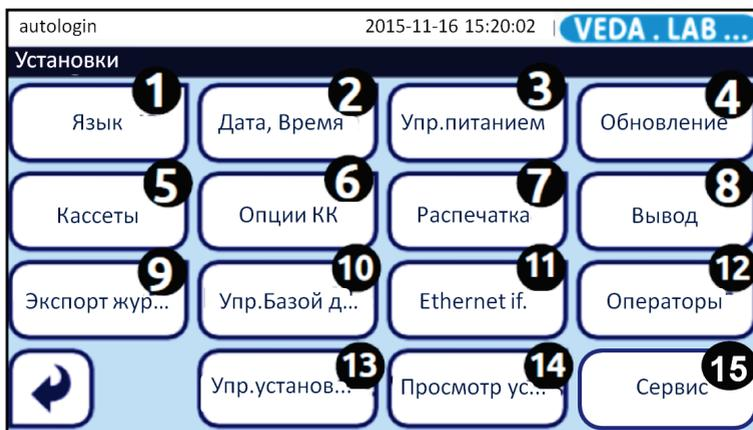

Рис. 41: Меню **Настройки (Settings)** с отмеченными функциональными кнопками.
Для обзора действующих настроек коснитесь кнопки **Настройки (Settings)** в **Главном меню (Рис. 39)**, а затем в меню **Настройки (Settings)** - кнопки **Просмотр настроек (View Settings)** (14 на **Рис. 41**). Коснитесь кнопки **Печать (Print)** для распечатки списка действующих настроек.
- 2 В меню **Настройки (Settings)** коснитесь кнопки **Язык (Language)** (1 на Рис. 41), а затем кнопкой-переключателем установите нужный вам язык.
- 2 В меню **Настройки (Settings)** коснитесь кнопки **Дата и время (Date&Time)** (2 на Рис. 41) для изменения времени и даты.
1 Доступ в меню **Настройки>Операторы>Безопасность** (**Settings>Operators>Security**): в **Главном меню** коснитесь кнопки **Настройки** (**Settings**), в меню **Настройки** (**Settings**) коснитесь кнопки **Операторы** (**Operators**) (12 на *Рис. 41*), а затем кнопки  в появившемся окне **Операторы** (**Operators**).
2 В меню **Установки (Settings)** коснитесь кнопки **Печать (Printout)** (7 на *Рис. 41*).
- 2 В меню **Настройки (Settings)** коснитесь кнопки **Передача (Output)** (8 на Рис. 41) и выберите переключателем **LIS2**. Коснитесь кнопки **Следующий (Next)** для настройки выбранной передачи.